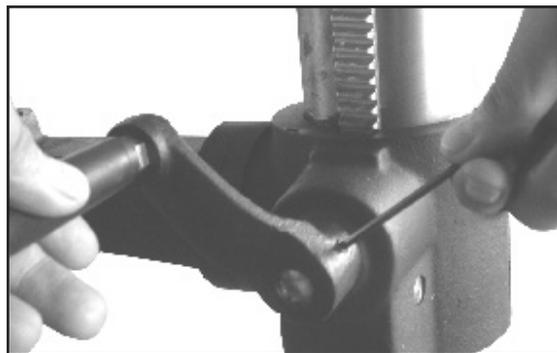

Figure 13
2. Installez la manivelle de montée/descente de la table (#4A) sur l'arbre du support de table (#17A) avec une clé hexagonal (Figure 13).